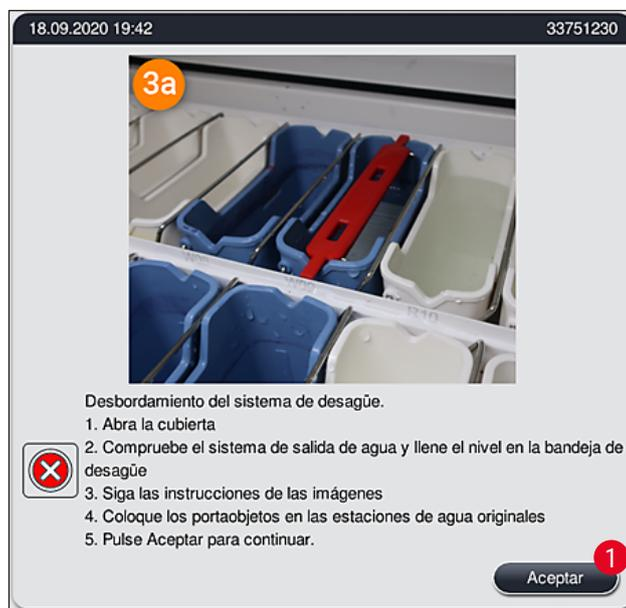

Fig. 122
El bloqueo del sistema de desagüe de agua puede estar provocado por la obstrucción del tamiz de desagüe (→ "Fig. 100-1") o del tubo de desagüe (→ "Fig. 7-1"). Este bloqueo puede dar lugar a un aumento de los niveles de agua en la bandeja de desagüe. Como resultado, se puede alcanzar un nivel de agua crítico en el instrumento. El usuario recibe un mensaje de error en la pantalla (→ "Fig. 122") y suena una alarma. El mensaje de error proporciona al usuario una guía para resolver el bloqueo a través de una secuencia de imágenes repetitivas (→ "Fig. 124").
- Si, durante el proceso de resolución del fallo, el nivel de agua en la bandeja de desagüe cae por debajo del nivel crítico, el mensaje (→ "Fig. 122") desaparece y se muestra otro mensaje en la pantalla para informar al usuario que el proceso de tinción puede continuar.